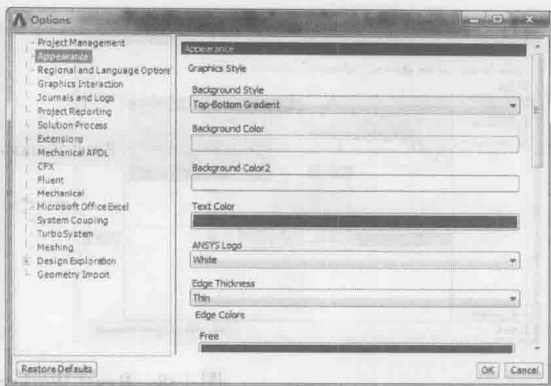

图 1-12 【Appearance】选项卡
- ✧ 【Appearance】选项卡: 用于设置软件的背景颜色、文字、几何图形边等, 如图 1-12 所示。